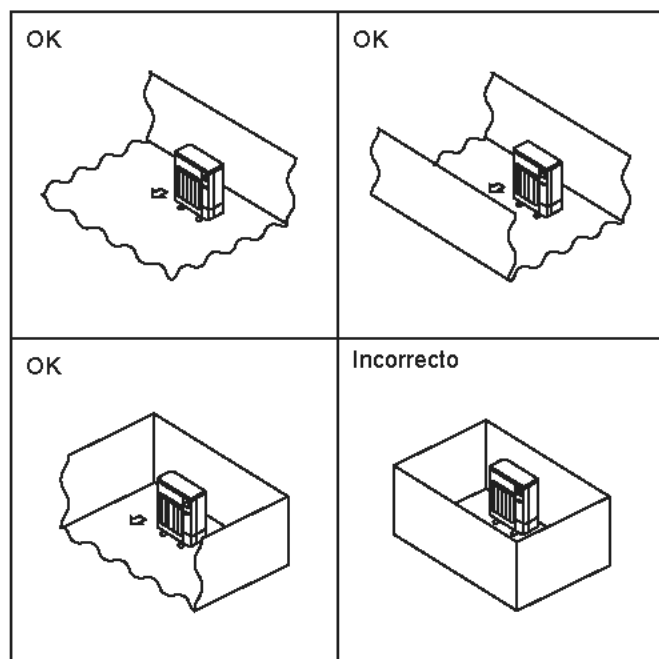

Fig. 2-1
- © Instale las unidades exteriores en un lugar donde al menos uno de los cuatro lados esté abierto, y en un espacio lo suficientemente grande y no elevado. (Fig. 2-1)